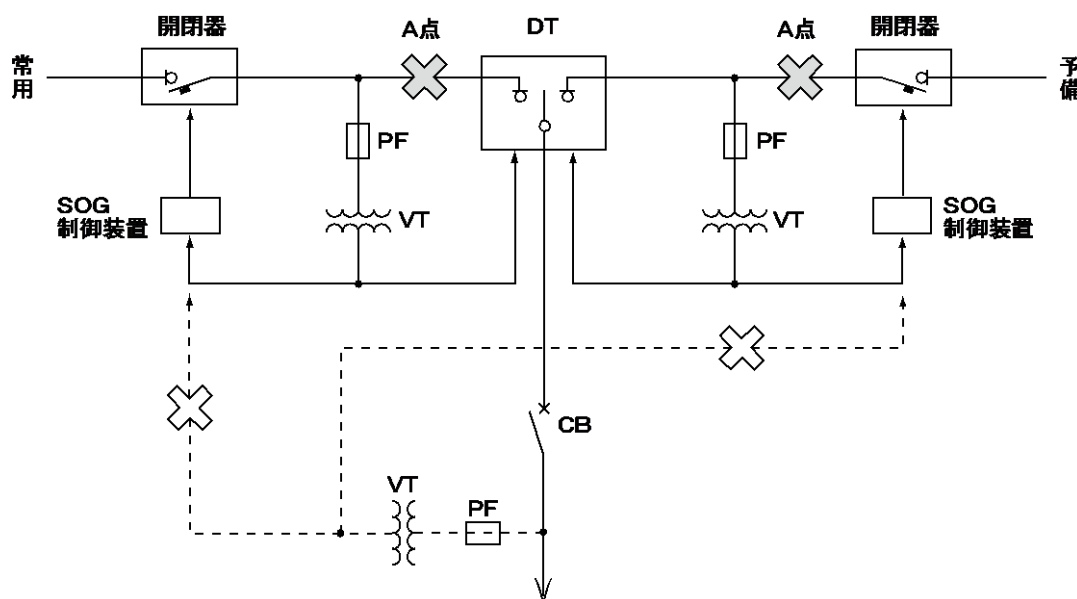

図10 制御電源のとり方（2回線引込みの場合）
- ⑧ 2回線引込みで、両回線ともに常時給電されている場合、制御電源は必ず図10のように印加してください。